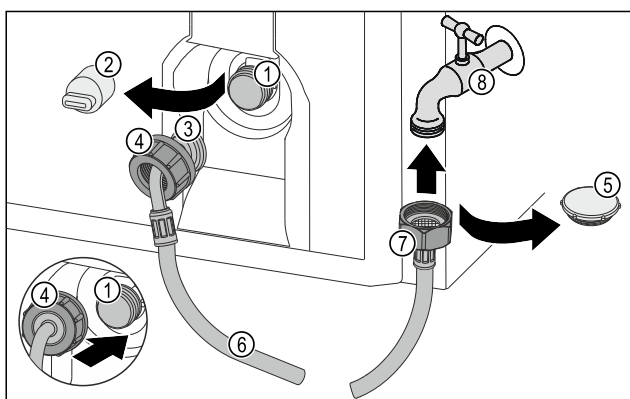

Fig. 72
- ▶ 移除密封盖 Fig. 72 (5)。
- ▶ 将软管直头 Fig. 72 (7) 装在水龙头 Fig. 72 (8) 上。
- ▶ 顺时针拧紧软管直头 Fig. 72 (7) 上的螺母。